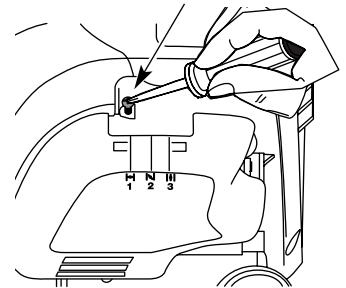

Fig. 50
La velocidad mínima del motor puede ser ajustada. Puede tener acceso al tornillo de ajuste de mínima a través de un orificio en la parte superior de la cubierta del motor (Fig. 50).
- Suelte el gatillo del regulador y deje que el motor funcione en mínima. Si el motor se para, inserte un destornillador Phillips pequeño en el orificio de la cubierta del motor (Fig. 50). Gire el tornillo de mínima hacia adentro, en sentido horario, de a 1/8 de vuelta por vez (según sea necesario) hasta que el motor funcione en mínima suavemente.